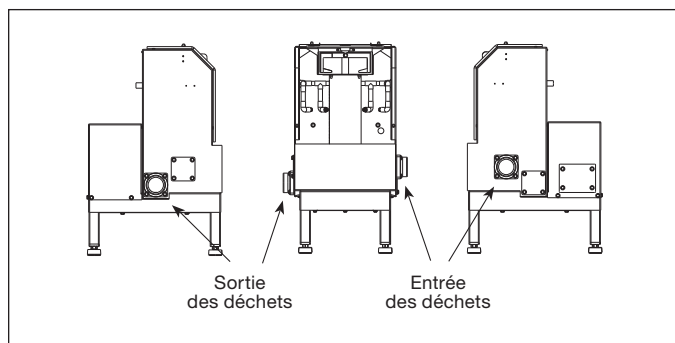

Figure 18.
- A. Retirez les quatre vis retenant le raccord d'arrivée et le joint en place (voir la figure 18).
- B. Retirez les quatre vis retenant le capuchon et le joint en place (voir la figure 18).
Reliez un conduit de vidange de 2 po (5 cm) à la sortie des déchets du Waste Xpress conformément aux codes locaux (voir la figure 18 pour connaître l'emplacement de la sortie d'eau).
- Retirez les quatre vis retenant le capuchon et le joint en place (voir la figure 18).